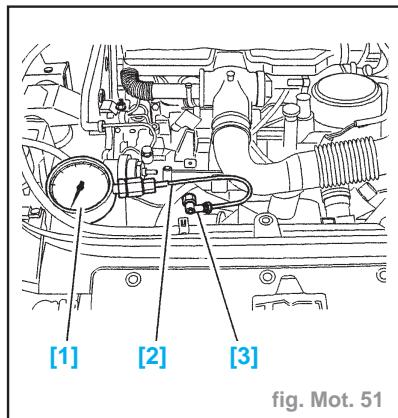

fig. Mot. 51
- Monter le raccord [3] (-.1503-E (fig. Mot. 51).